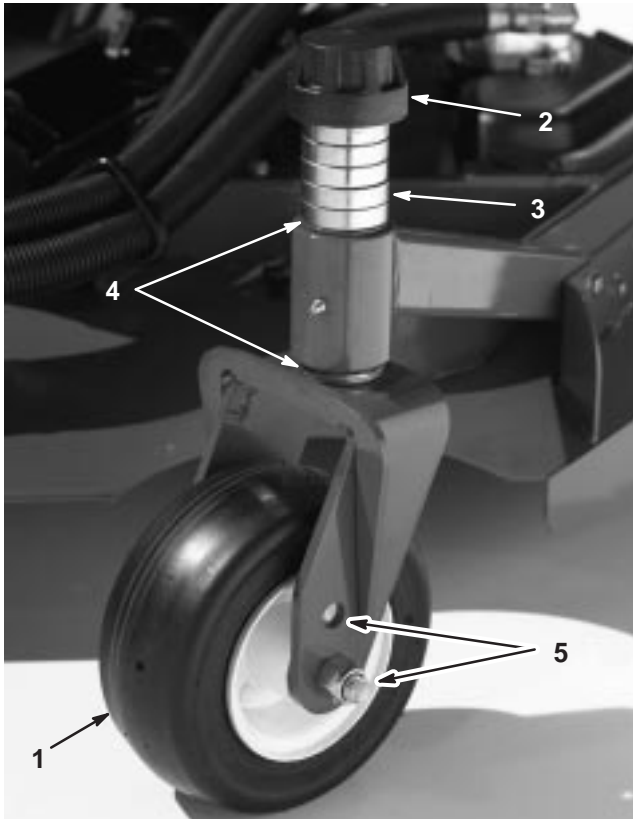
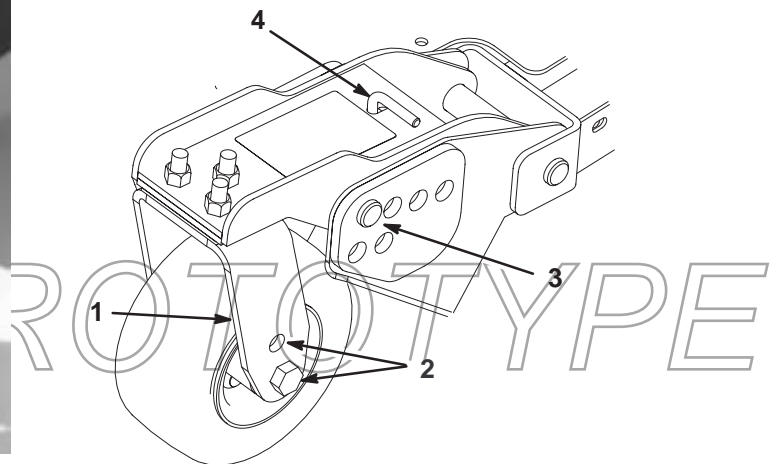
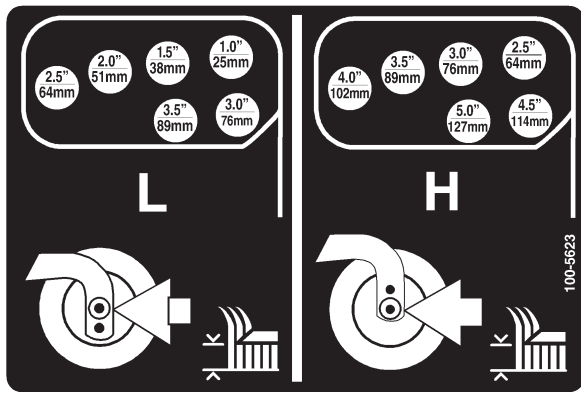

Figure 14
Figure 16
Figure 17
2. Placez les essieux des roues pivotantes dans les mêmes trous sur toutes les chapes (Fig. 14 et Fig. 16). Pour choisir les trous corrects pour la hauteur de coupe requise, reportez-vous au tableau suivant.
1. Placez les essieux des roues pivotantes dans les mêmes trous sur toutes les chapes (Fig. 14 et Fig. 16). Pour choisir les trous corrects pour la hauteur de coupe requise, reportez-vous au tableau suivant.
2. Enlevez le chapeau de tension de l'axe de pivot (Fig. 14) et sortez l'axe du bras pivotant. Remplacez les deux cales (3 mm) sur l'axe de pivot comme à l'origine. Elles sont requises pour que les plateaux de coupe soient parfaitement de niveau sur toute la largeur. Placez le nombre requis d'entretoises de 13 mm sur l'axe de pivot pour obtenir la hauteur de coupe voulue, puis ajoutez la rondelle.
4. Enlevez la goupille fendue et les axes de chape des bras pivotants (Fig. 16).
5. Tournez la tige de tension pour élever ou abaisser le bras de pivot jusqu'à ce que les trous soient en face de ceux du support de hauteur de coupe sélectionné dans le bâti du plateau de coupe (Fig. 16 et Fig. 17).